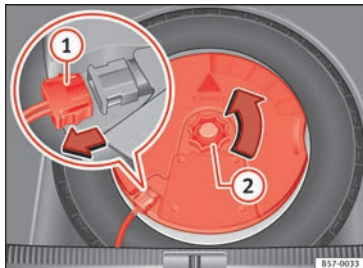

Fig. 243 En el maletero: desmontar el subwoofer.
- Desconecte el cable del altavoz *subwoofer* » **fig. 243** ①.
- Gire la ruedecilla de fijación en sentido contrario a las agujas del reloj ②.